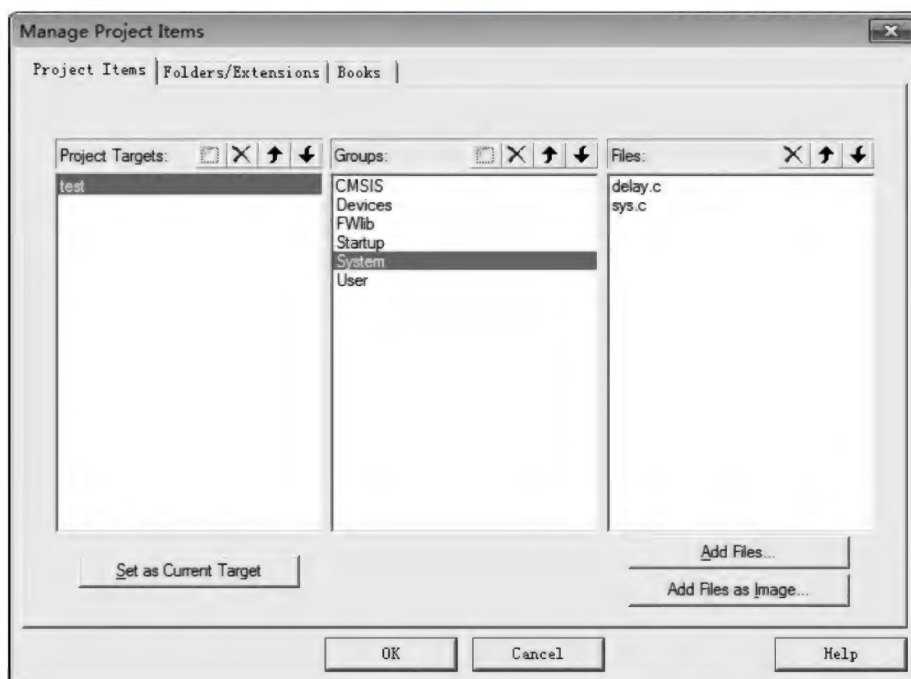

图 5.17 向 System 中添加内容
(5) System 组: STM32F103 系列的底层核心驱动函数中, delay.c 实现了基于 STM32 内部 SysTick 定时器的精确延时, 分别实现了 SysTick 定时器的初始化, 以及毫秒(ms)、微秒( $\mu$ s)级别的精确延时; sys.c 实现了系统中常用的功能函数。添加完毕如图 5.17 所示。